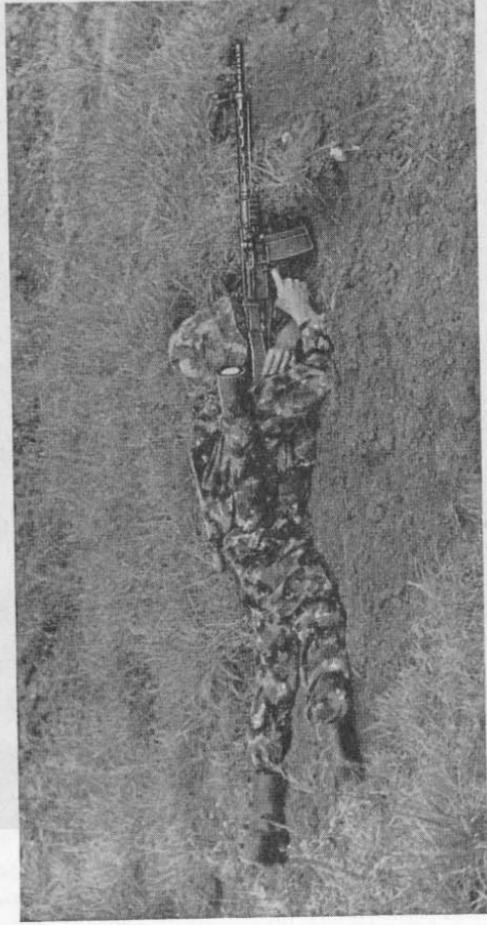

Bild 51
**lage** gelegt werden. Das Magazin darf den Boden nicht berühren (Bild 51). Falls die Unterlage nicht weich genug ist, wird zur Vermeidung von Hochschüssen die linke Hand unter den Handschutz geschoben (Bild 52).